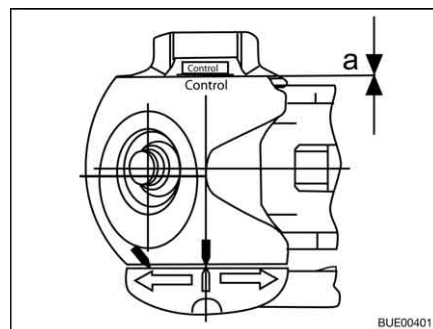

Fig. 103 Controllo usura
- Distanza  $a = 0$  (Fig. 103): Controllare guarnizioni di attrito ed ev. sostituirle.